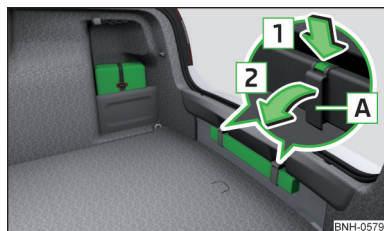

Abb. 234
Der Verbandskasten kann mithilfe eines Spannbands an der rechten Seite des Gepäckraums befestigt werden » Abb. 234.
Das Warndreieck kann in die Aussparung unter der Ladekante eingeschoben und mit Spannbändern gesichert werden » Abb. 234.
- Zum **Lösen** die Verriegelung am Band in Pfeilrichtung **1** drücken und das Band **A** in Pfeilrichtung **2** aufklappen » Abb. 234.